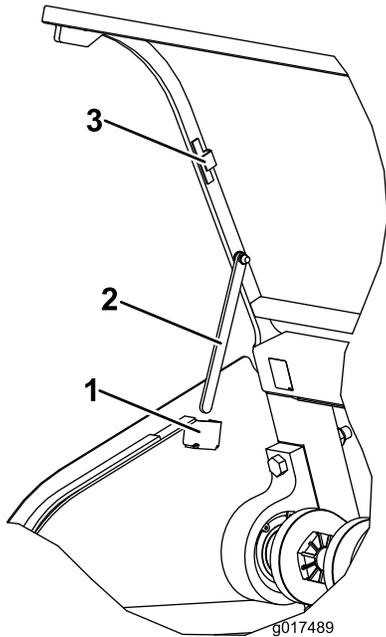

Figura 34
3. En cada lado del capó, baje la varilla del capó del enganche magnético, e introdúzcala en el alojamiento de la varilla (Figura 34).